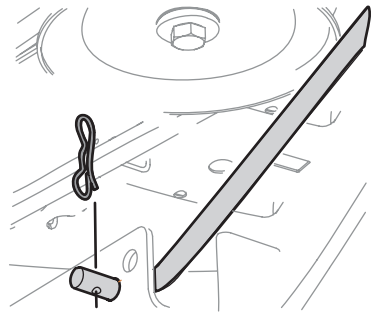

Figure 42
14. Retirez la goupille fendue qui fixe la tige de relevage avant au plateau (Figure 42). Faites sortir la tige de relevage du support avant.